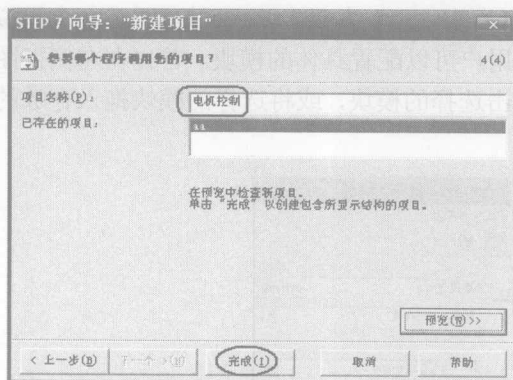

图 1-13 STEP 7 向导窗口 4
(4) 在第 4 个窗口中，如图 1-13 所示，输入项目的名称，单击“完成”按钮，结束向导，同时也建立了一个名为“电机控制”的新项目。